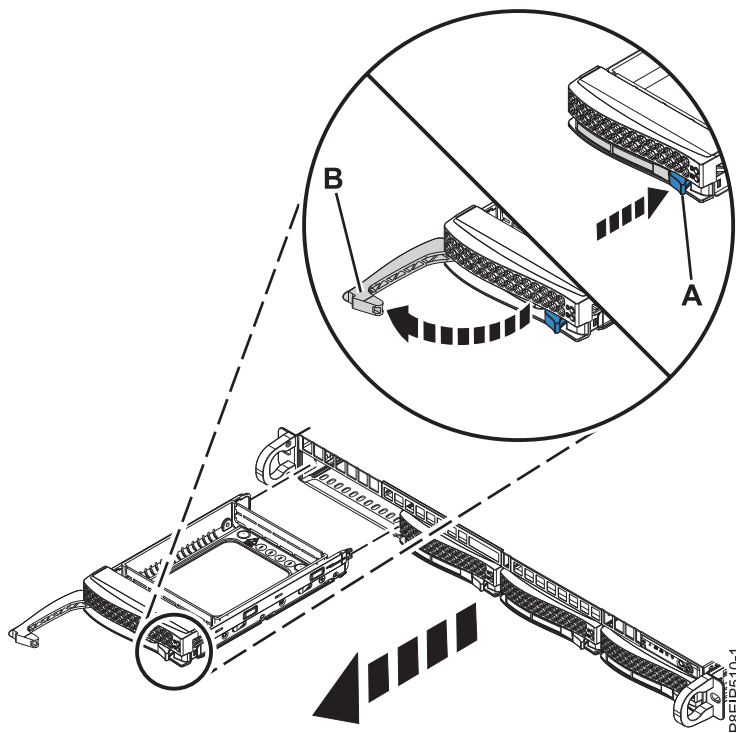

Figura 9. Extracción de una unidad
2. Desbloquee el asa de la bahía de unidad (B) presionando el pestillo del asa (A) como se muestra en la Figura 9. El asa (B) queda fuera hacia usted. Si el asa no queda totalmente hacia fuera, la unidad no se desliza fuera del sistema.